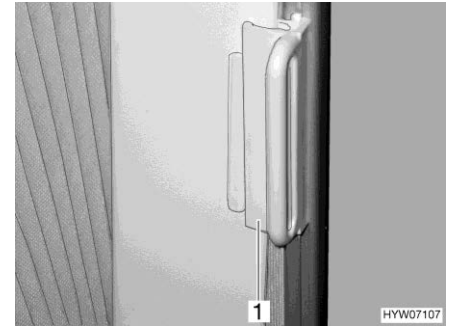

Bild 44 Verriegelung für Faltverdunklung
- Sichern: ■ Den Griff (Bild 44,1) auf den Aufsatz schieben. Die Faltverdunklung ist gesichert.